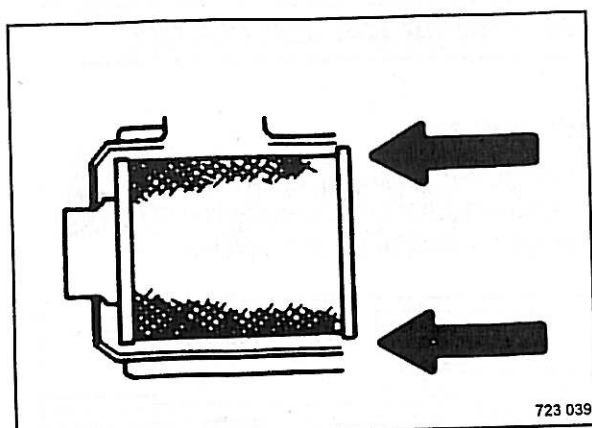

Fig. 134
- Instalar el elemento filtrante principal (Fig. 134).